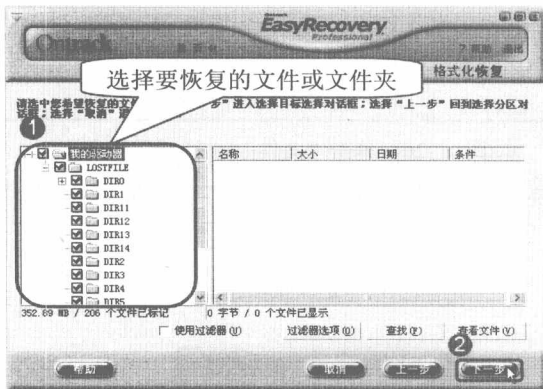

图 11-23 单击“下一步”按钮
步骤⑤ 选择要恢复的文件或文件夹（如图 11-23 所示），然后单击“下一步”按钮。